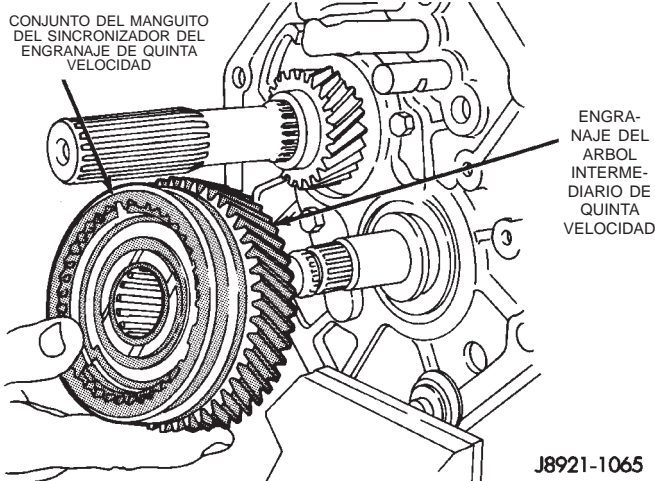

Fig. 58 Desmontaje del conjunto del engranaje de quinta velocidad y el sincronizador
(10) Retire el conjunto del engranaje del árbol intermediario de quinta velocidad del árbol intermediario (Fig. 58).